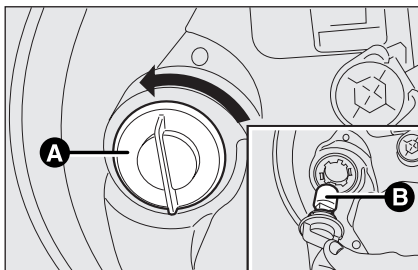

Abb. 18
- ☐ den Lampensockel **A-fig. 18** gegen den Uhrzeigersinn drehen und herausnehmen;